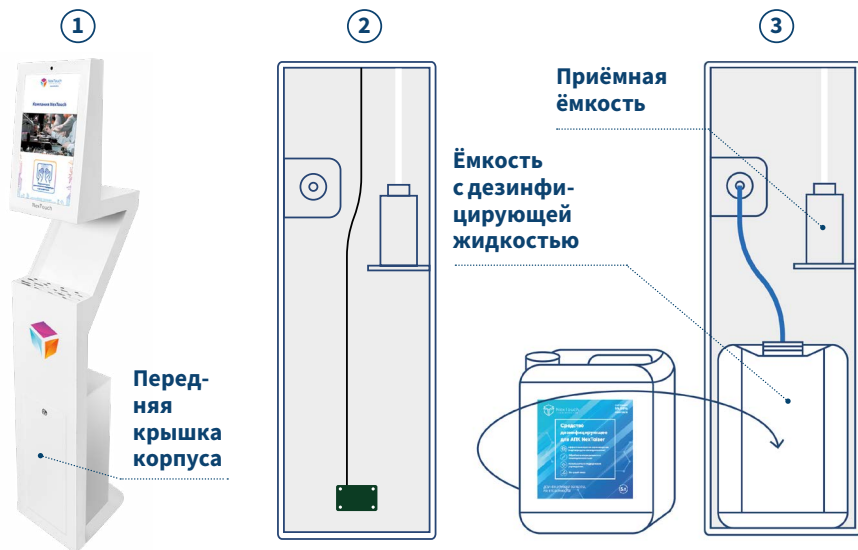

Рис.5. - передняя крышка корпуса и нижний отсек Устройства,
- 2. Снабжение Устройства антисептиком.** Чтобы снабдить Санитайзер антисептической жидкостью, необходимо установить ёмкость с ней в служебное отделение Устройства, расположенное внизу за передней дверцей, которая открывается с помощью идущего ключа в комплекте с Устройством. Ёмкость необходимо приставить к задней стенке отделения и поместить внутрь неё синий шланг, находящийся в Устройстве. (рис.5 данного Руководства). Штатная работа устройства возможна только с ёмкостями, стенки которых плоские (например — канистра).
5. **Уровень антисептика.** Определение количества антисептической жидкости осуществляется в устройстве посредством датчика уровня (рис.5 данного Руководства). Для корректного функционирования датчика требуется использовать просвечивающиеся ёмкости с плоскими стенками. Ёмкости необходимо располагать вплотную к датчику. Когда жидкость заканчивается, на экране отображается сообщение (рис.4 данного Руководства). Для дальнейшего использования следует либо заменить ёмкость с антисептической жидкостью, как описано в п.2, настоящего раздела данного Руководства — «Снабжение Устройства антисептиком», либо долить антисептической жидкости в прежнюю ёмкость.